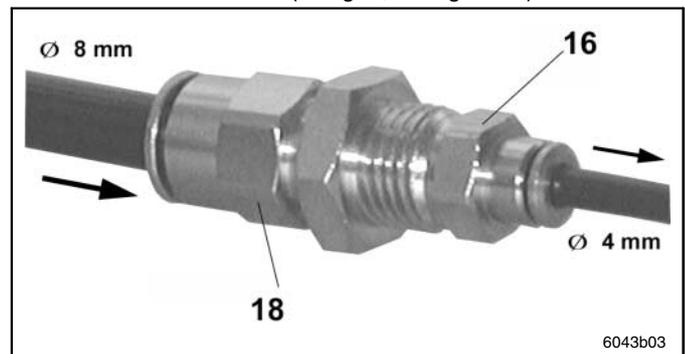

Fig. 4 Adaptateur de remplissage
- Raccordez l'adaptateur (fig. 4) à la conduite d'alimentation.